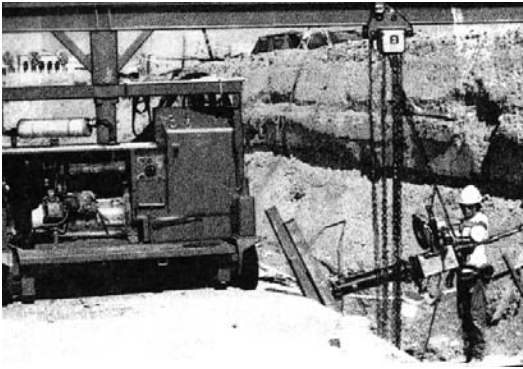

Figure 1.24
- Utilisez une grue, si une telle machinerie est disponible. Une autre méthode possible d'installation de vérins destinés à l'armature de précontrainte prend la forme d'un palan sur monorail, tel que celui illustré à la figure 1.24.